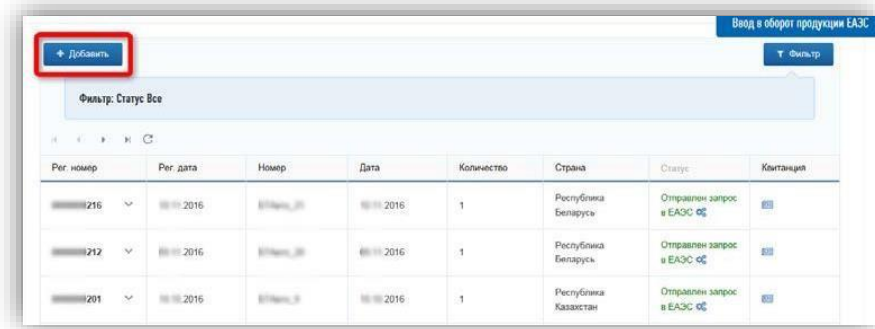

Рисунок 149 – Создание нового документа
- На открывшейся странице нажмите кнопку «Добавить» (рис. 149).